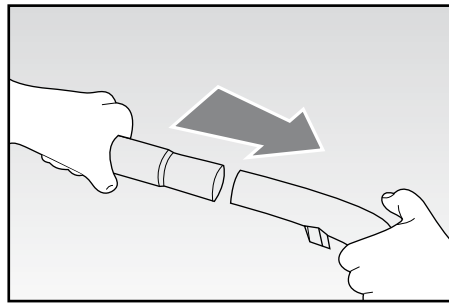

Fig. 3
- Inserire il tubo telescopico (Q) sull'impugnatura (Fig. 3).